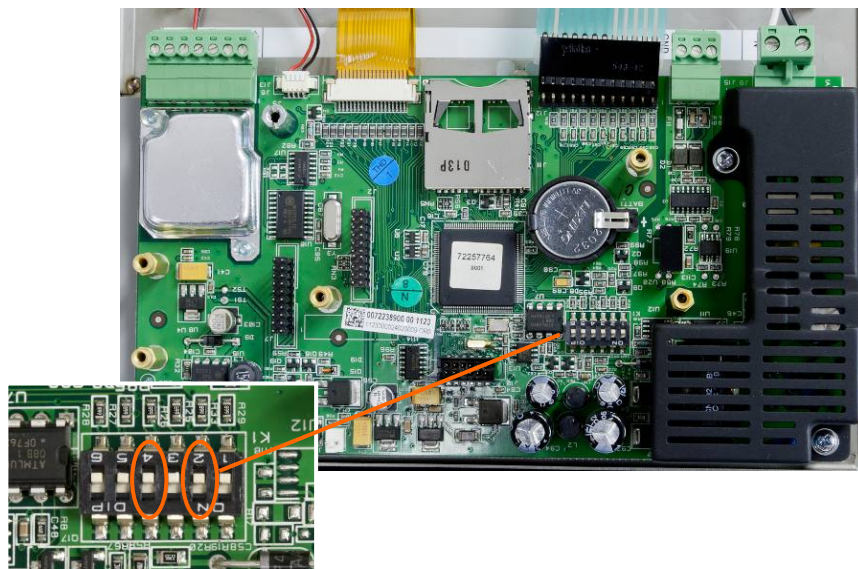

Figure 5-15: Commutateurs SW1-2 et SW1-4
2. Placez le commutateur SW1-2 en position Marche comme sur la Figure 5-15.
- La position de SW1-4 (aussi présentée sur la Figure 5-15) détermine si les données EEPROM ayant une signification métrologique pour l'étalonnage de la balance sont réinitialisées lorsqu'une réinitialisation générale est effectuée. SW1-4 doit être sur Marche pour réinitialiser les données EEPROM. Si SW1-4 est réglé sur Arrêt, les données métrologiques EEPROM **ne seront pas** affectées par une réinitialisation générale et l'étalonnage d'origine subsistera.